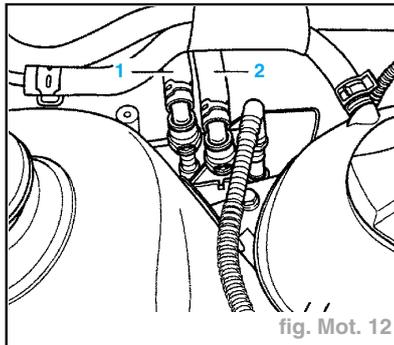

fig. Mot. 12
- Déposer du démarreur les câbles (3) et (4).
- Débrancher la conduite d'arrivée de carburant (1) et la conduite de retour (2) (appuyer sur les touches de déverrouillage) (fig. Mot. 12).